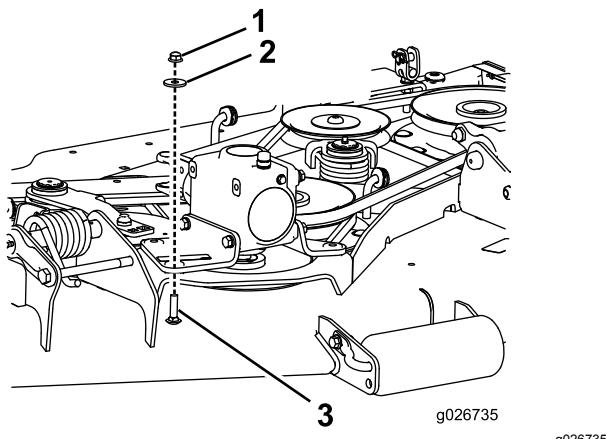

Bild 4
1. Nehmen Sie die Muttern und Scheiben von den Schlossschrauben ab, mit denen die Vorderseite der Getriebefestigungshalterungen am Mähwerk befestigt ist (Bild 4).